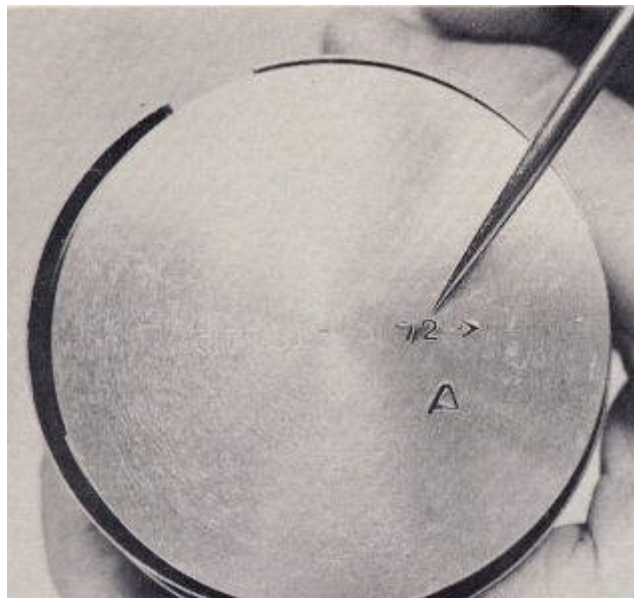

FIG. 64
4. Para determinar qué solución es correcta para el motor que está reparando, limpie la parte superior del pistón de edad hasta que pueda encontrar el número estampado en él (Fig. 64). Luego, compare el tamaño medido de su pistón con el tamaño de un nuevo pistón equivalente, tal como figura en el gráfico, la figura. 70, Sección 6. Si el pistón mide menos de uno nuevo, reste el tamaño del nuevo pistón a partir del diámetro interior del cilindro, y si la liquidación resultante es dentro de los límites permitidos para el motor como se muestra en la figura. 71 de la Sección 6, entonces el